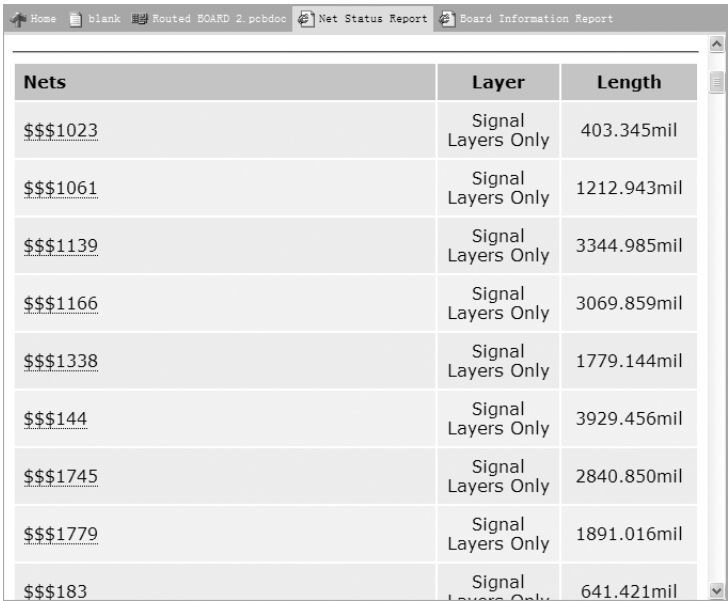

图 10-32 “板报告”对话框
(6) 单击“网络”选项卡中的“报告”按钮，系统将弹出如图 10-32 所示的“板报告”对话框。如果单击“所有的打开”按钮，则选中所有选项；如果单击“所有的关闭”按钮，则不选中任何选项；如果勾选“仅选择对象”复选框，则产生选中对象的电路板信息报表。